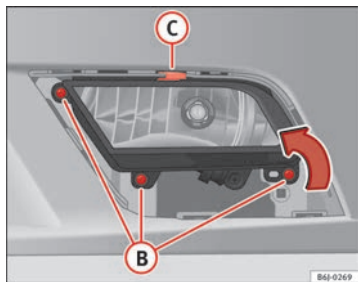

Fig. 159 Faro antiniebla
- Retire los tornillos (3x) ⇒ fig. 159 (B) para extraer el faro antiniebla.
- Retire la grapa metálica situada en la parte superior del faro antiniebla tirando hacia el exterior del vehículo ⇒ fig. 159 (C). ■